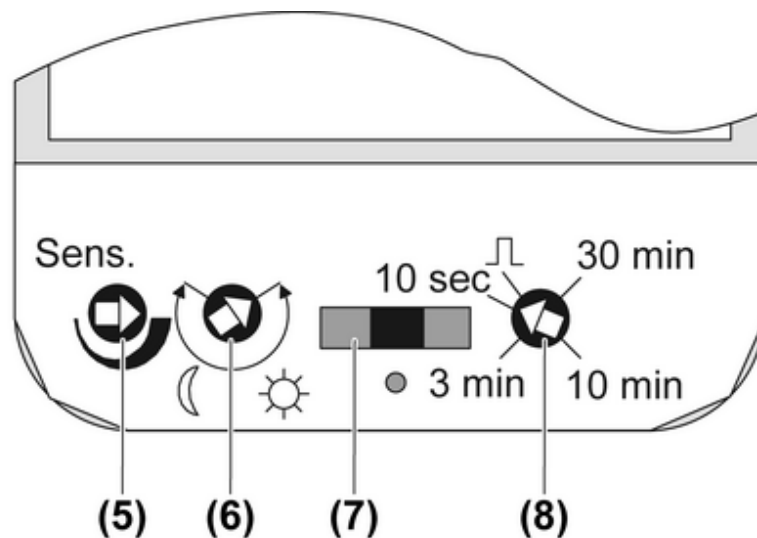

Figura 6: Regolatore sotto l'interruttore a scorrimento
- i** Se il regolatore tempo di post-funzionamento (5) è impostato su \sqcap , funzionamento di breve durata (figura 6), la luce si accende per ca. 0,5 secondi, anche se si preme il tasto più a lungo.
- Rimuovere l'interruttore a scorrimento (4).
- Impostare il regolatore (6) sulla posizione desiderata (figura 6).